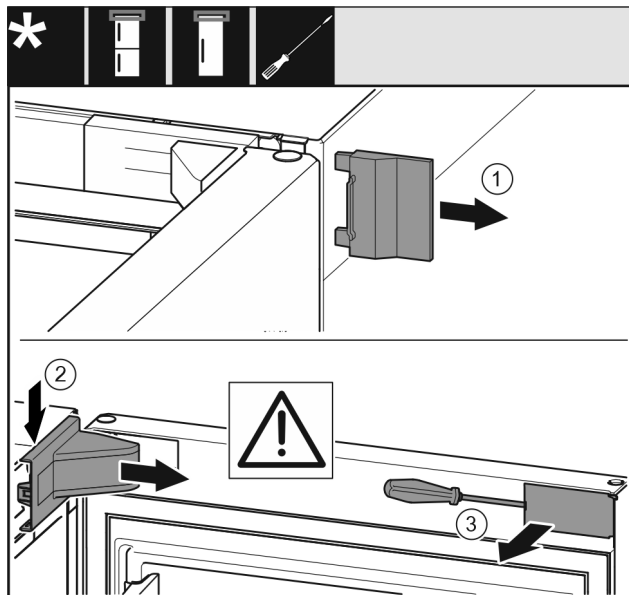

Fig. 7
- Snemite zunanji pokrov Fig. 7 (1).
- Snemite in odstranite pokrov ležajnega podstavka Fig. 7 (2).
- S ploščatim izvijačem sprostite zaslonko Fig. 7 (3) in jo obrnite na stran.